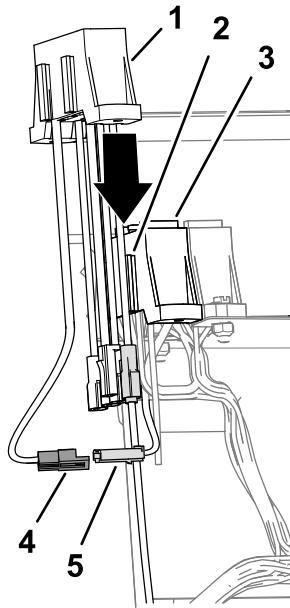

図 23
- 車両用ヒューズブロックの補助フィード線用の2ピンコネクタを、補助ヒューズブロックのフィード線用の2口コネクタに接続する図 23。
- 補助ヒューズブロックのスロットを、車両用ヒューズブロックの取り付けフランジに合わせる図 23。